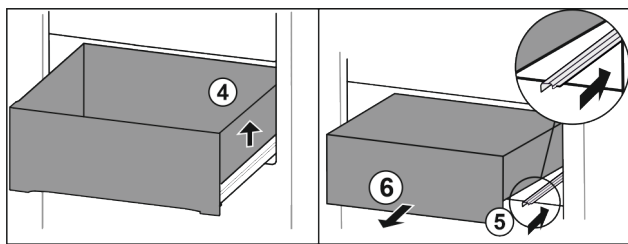

Fig. 160
- ▶ Emelje meg a fiók jobb oldalát. Fig. 160 (4)
- ▶ Tolja be a jobb oldali sínt. Fig. 160 (5)
- ▶ Vegye ki a fiókot előre felé. Fig. 160 (6)